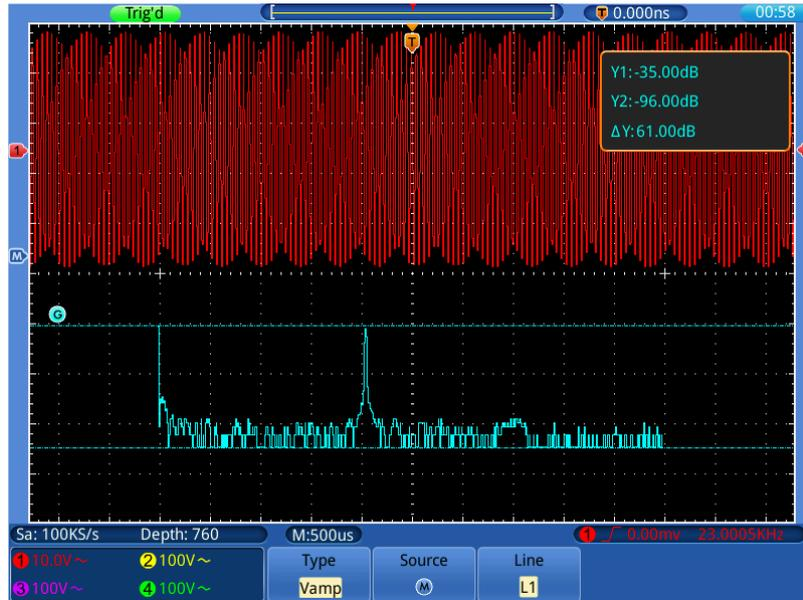

Fig. 0-12 Onda de medición de Vamp con cursor
4. Seleccione **Line** en el menú inferior y **L1** en el de la derecha. El icono **G** que aparece junto a la línea de puntos de L1, significa que puede girar la perilla **G** para ajustar la posición de L1. Seleccione **L2** para ajustar la posición de L2. Seleccione **L1&L2** para ajustar los dos cursores al mismo tiempo. La ventana de medición con cursor en la parte superior derecha muestra la posición actual de los dos cursores y el valor absoluto de la diferencia de amplitud (consulte la fig. 0-12).